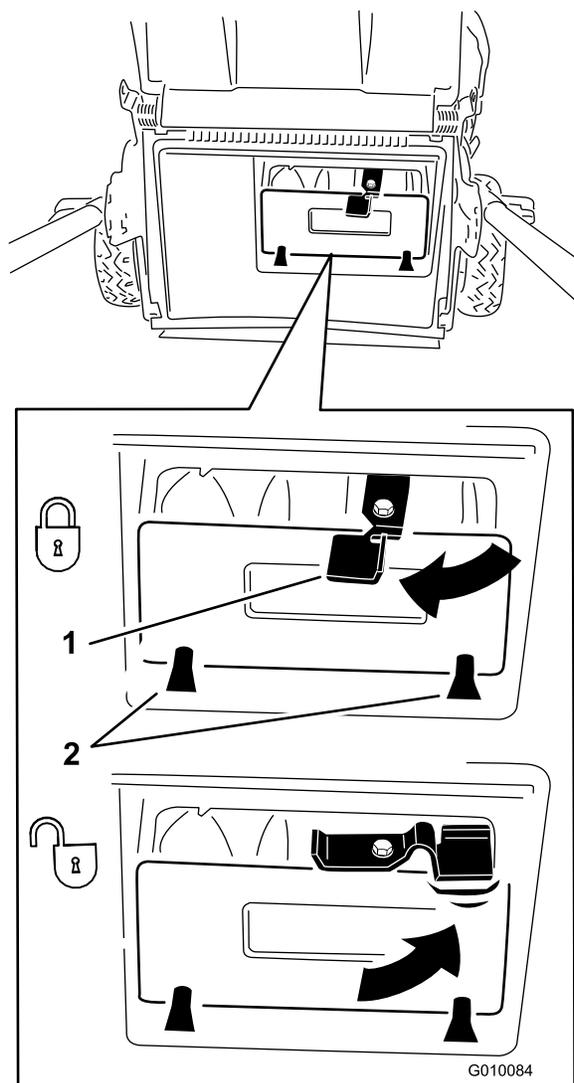

Figura 19
**Importante:** Asegúrese de que el tapón de descarga trasera está bloqueado en su sitio. Para bloquear el tapón: Levante el deflector de descarga (Figura 18), introduzca el tapón y presione firmemente hasta que encaje detrás de las pestañas, y gire la palanca del tapón a la izquierda (Figura 19).
**Nota:** Para desbloquear el tapón, gire la palanca del tapón a la derecha (Figura 19).